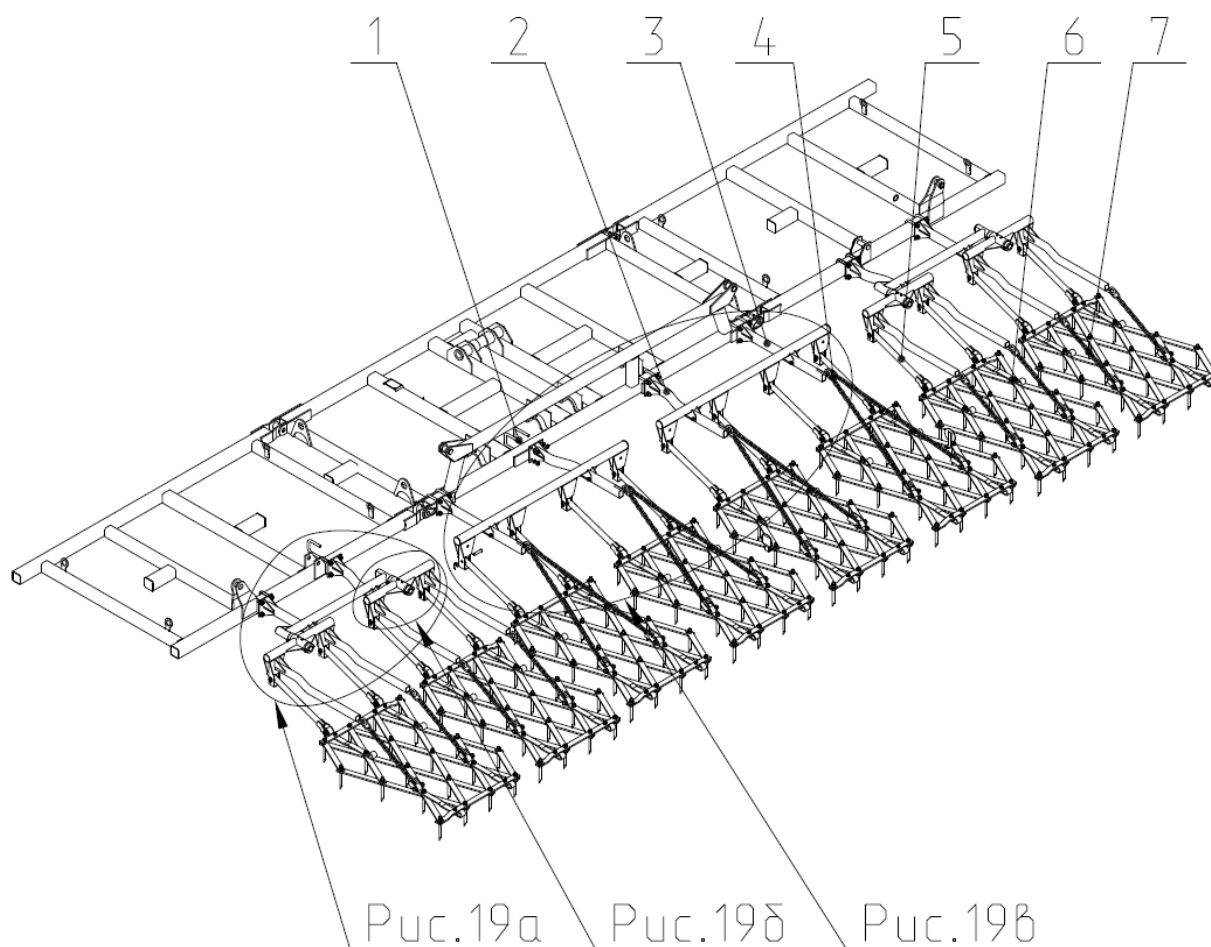

Рис.19 Приспособление для навески зубových борон.
2.16 Приспособление для навески зубových борон (рис.19) состоит из штанг 2,6 закрепленных на раме культиватора скобами 1 (рис.19а), понизителей 5 и поводков 8, предназначенных для крепления борон.
Рис.19а Установка на крыльях.
Рис.19б Держатель.
Рис.19в Навеска зубовых борон.